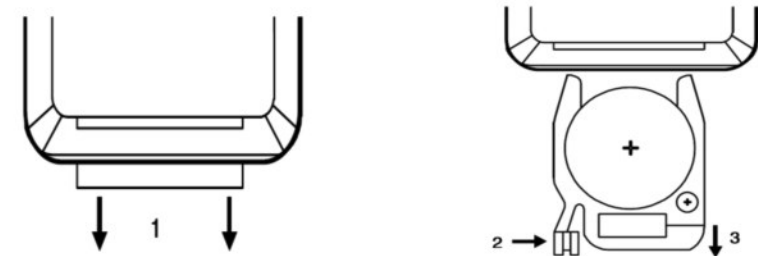

Abbildung 1
- Die Fernbedienung verwendet eine Lithium-Knopfzelle (CR2025). Wenn die Batterie der Fernbedienung ausgetauscht werden muss, siehe Abbildung 1. Drücken Sie zuerst den Verriegelungsmechanismus in Pfeilrichtung (2), ziehen Sie dann das Batteriefach in Pfeilrichtung (3) heraus und tauschen Sie die Batterie aus.